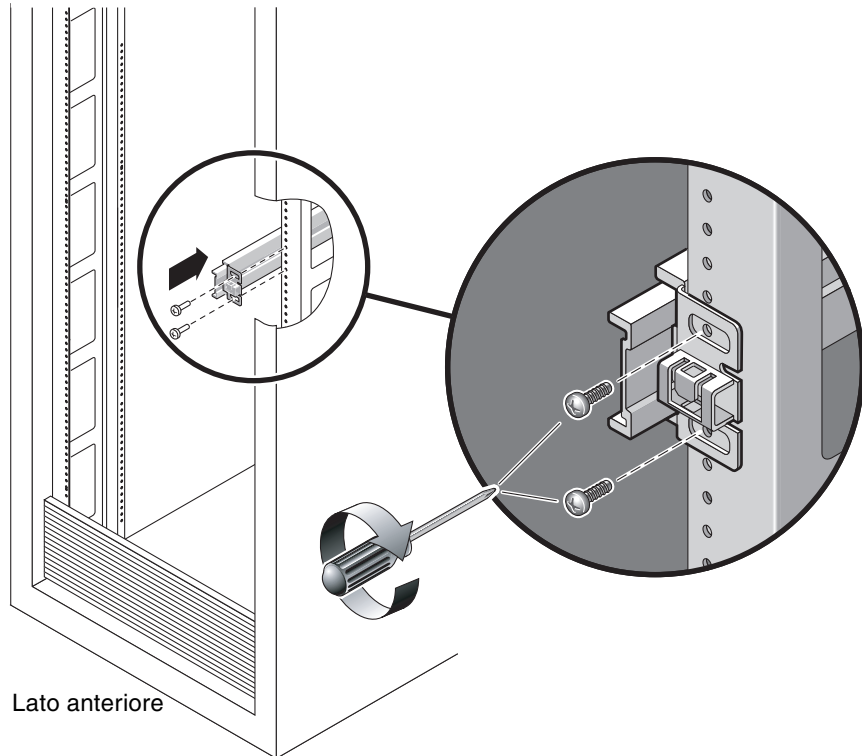

FIGURA 2-6 Montaggio di una guida
5. Collegare una guida al montante anteriore destro del rack (FIGURA 2-6)